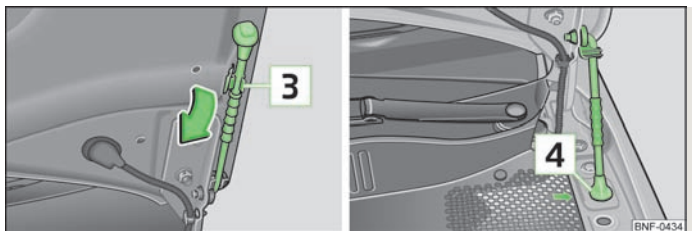

Fig. 96 Sikring af motorhjelm
- Tag holderen til motorhjelmen ud af holderen  i pilens retning » Fig. 96, og fastgør den åbne motorhjelm ved at sætte enden af holderen til motorhjelmen ind i åbningen .